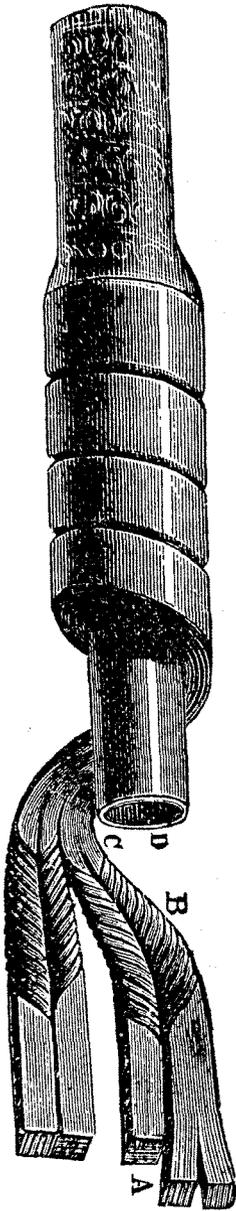

Fig. 109. — Confection d'un canon de fusil damassé.
La fabrication de ces canons (fig. 109) comprend les opérations suivantes. On réunit en un faisceau un certain nombre de fils de fer et de fils d'acier, en les mélangeant bien. Le faisceau ainsi préparé est soudé au four pour ne former qu'une seule masse de métal, qu'on lamine ensuite pour la réduire à l'état de baguette carrée A. Ces baguettes sont chauffées au rouge blanc et tordues ensuite en *tire-bouchon* B. Puis on les réunit par deux, trois ou quatre (C) pour former un *ruban*. Ce ruban est enroulé sur un tube en tôle D, comme il a été dit à propos des canons de fusil ordinaires. Le reste des opérations se continue comme pour ces derniers. Le moiré s'obtient en passant sur le canon aiguisé et poli un tampon imprégné d'acide sulfurique étendu; en agissant différemment sur le fer et sur l'acier, l'acide produit un dessin plus ou moins régulier.